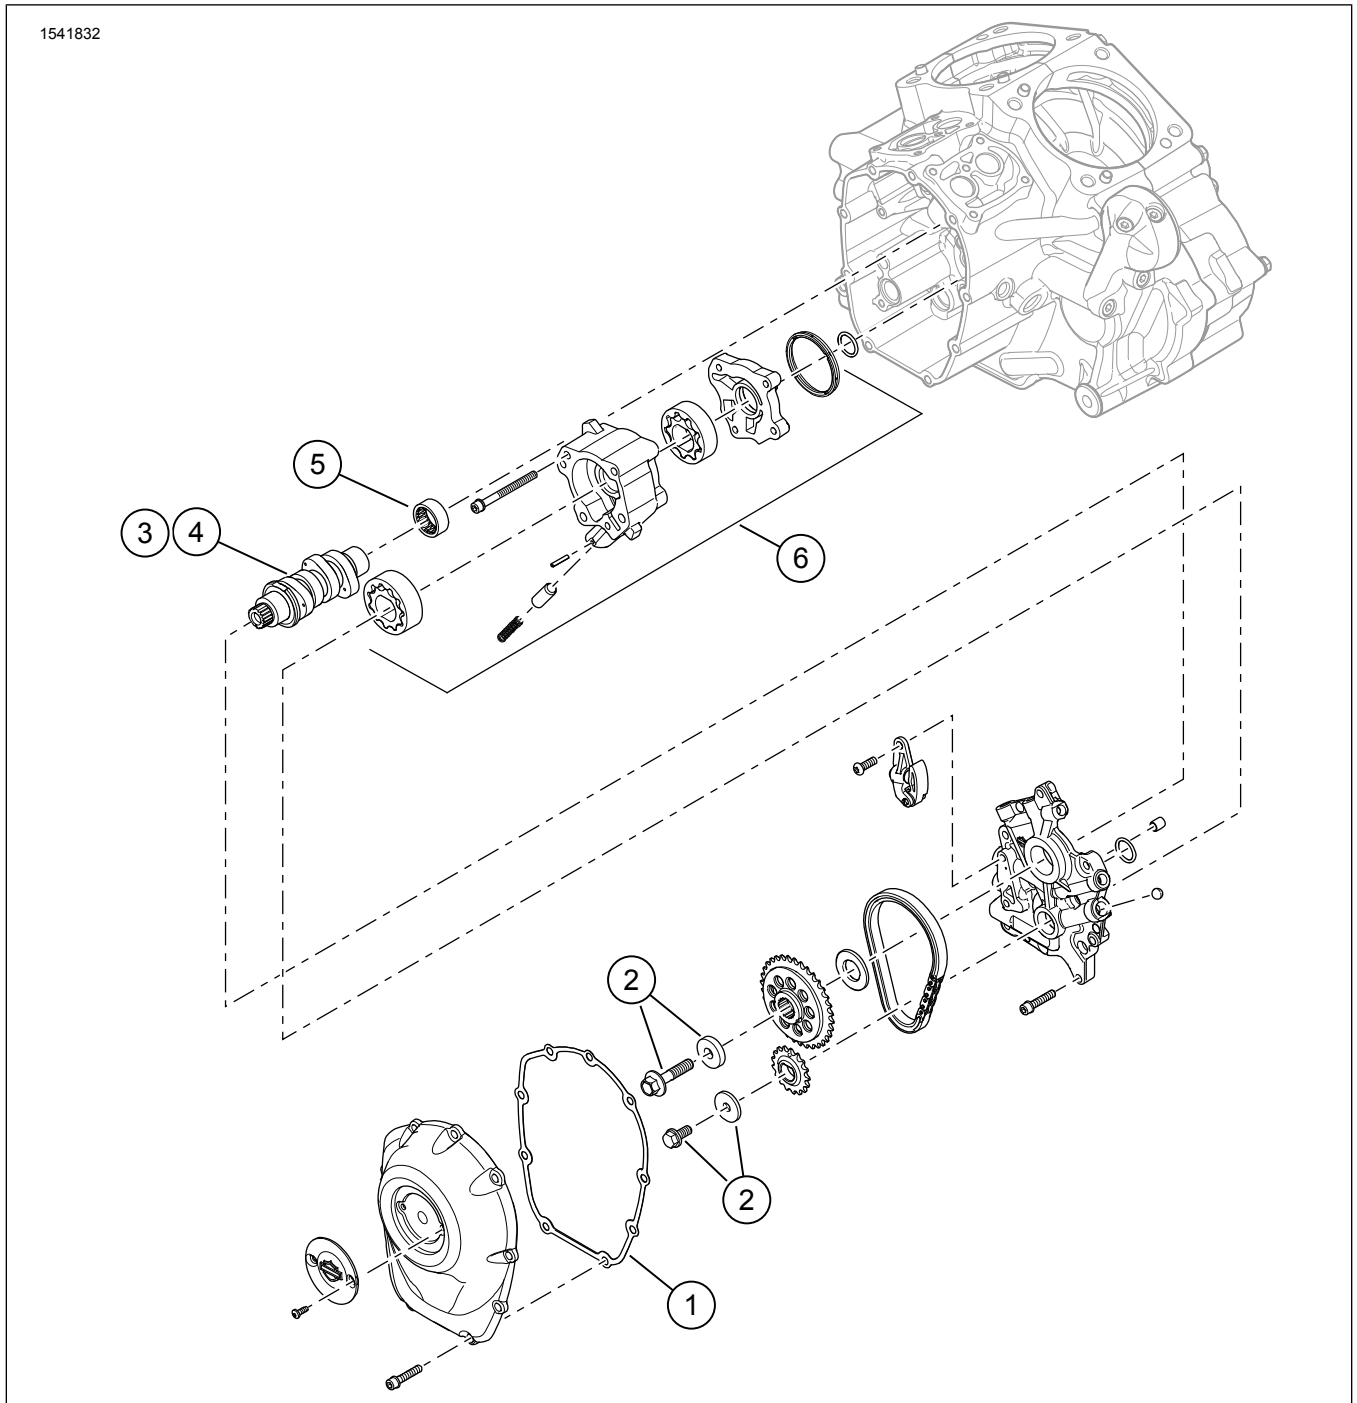

Figura 4. Piezas de servicio: Kit Screamin' Eagle Milwaukee-Eight Stage 2
1. Figura 4 Instale la bomba de aceite. Consulta el manual de servicio.